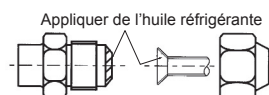

Fig. 7-3
- (3) Appliquez de l'huile réfrigérante sur la surface évasée. (Fig. 7-3) Utilisez l'écrou évasé retiré du boîtier de dérivation. L'utilisation d'un écrou du commerce pourrait fissurer l'écrou.